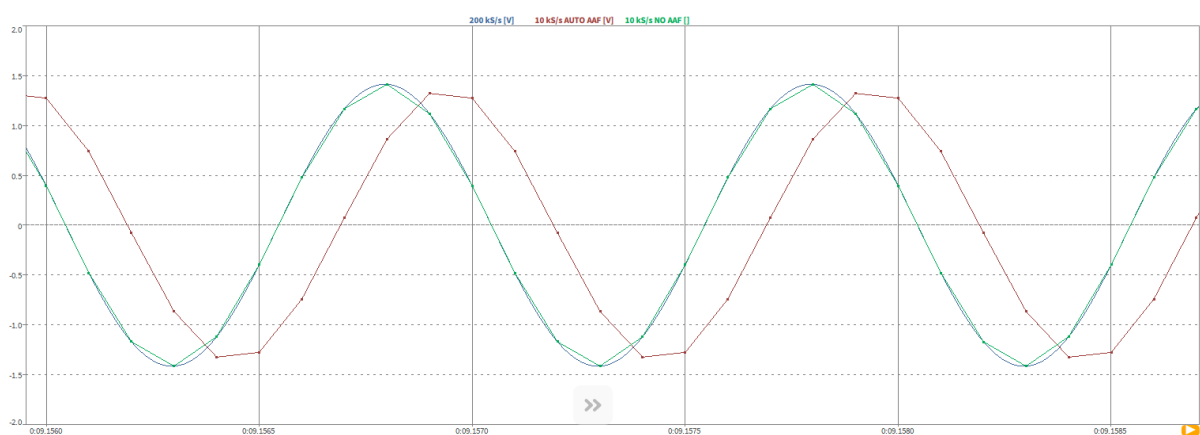

Abb. 7.40: Channel-wise sample rate reduction with example signals
Abb. 7.40 zeigt verschiedene Signale mit verschiedenen Abtastraten und Filtereinstellungen. Die einzelnen Signale haben folgende Einstellungen:
- Eine Tabelle kann auch aus einer anderen Quelle, wie z.B. Excel kopiert und durch **Strg+V** oder dem *Einfügen* Button eingefügt werden. Gleichmaßen kann die Tabelle von OXYGEN durch **Strg+C** oder dem *Kopieren* Button kopiert und in z.B. Excel eingefügt werden (siehe Abb. 7.40).